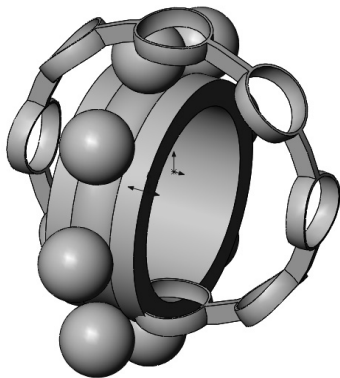

图 7-111 装配体中插入保持架
- [2] 单击图形区域以放置零部件，装配体中插入保持架，如图 7-111 所示。